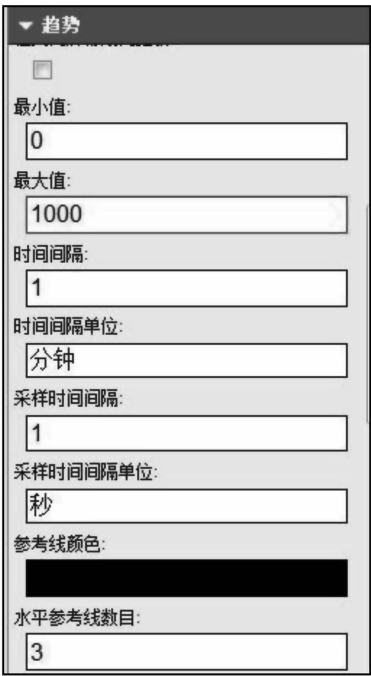

图 6-39 趋势图选项
- 2) 点击右边窗口的“趋势”选项，设置的参数如图 6-39 所示。